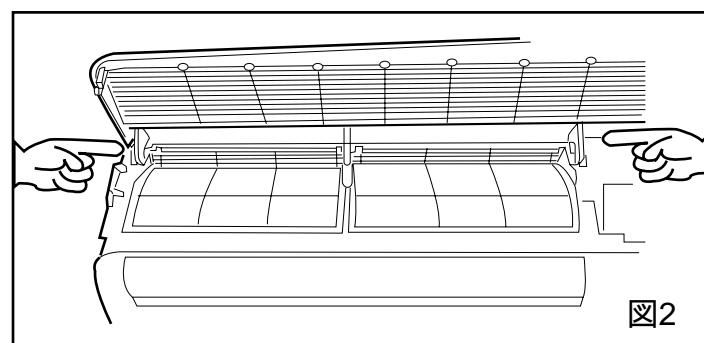

図2
- パネルが水平になる（止まる）ところで開きます。そのままの状態で前面パネルの左右のヒンジ部分（図2）を本体側の突起のヒンジの穴から片方ずつはずします。パネルを手前に引き出すと、中央のヒンジも本体から外れ、パネルを取り出せます。